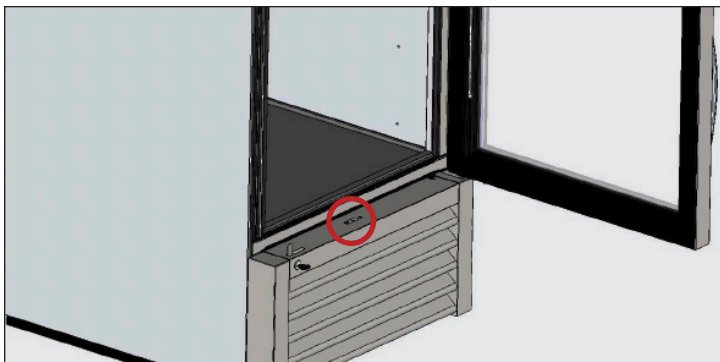

Figure 1. Déposez la grille avant à claire-voie de l'appareil.
2. Déposez la grille avant à claire-voie de l'appareil. Voir fig. 1.